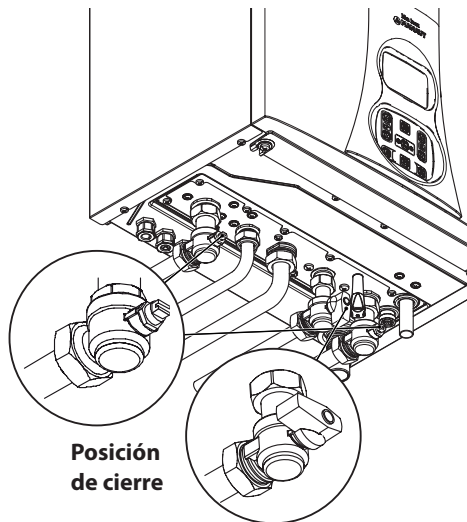

Figura 2.33
- Cierre las llaves de la caldera (Figura 2.33);